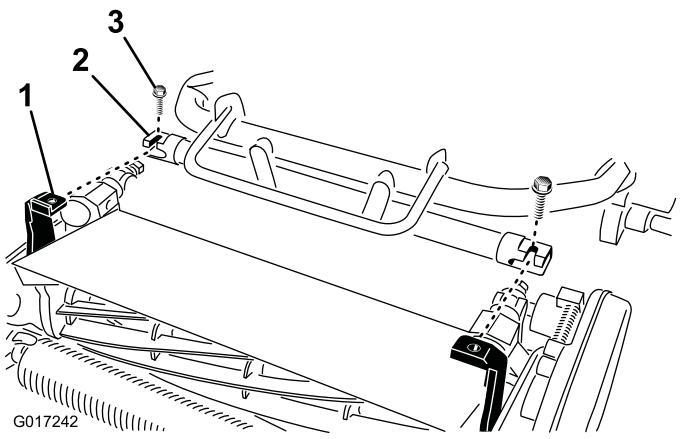

Bild 8
4. Bewegen Sie den Maschinenrahmen nach vorne, bis er in die Gelenkarme der Schneideeinheit greift Bild 8.
5. Befestigen Sie den Maschinenrahmen mit zwei Schrauben ( $\frac{3}{8}$ " x  $\frac{3}{4}$ ") an den Gelenkarmen der Schneideeinheit (Bild 8).